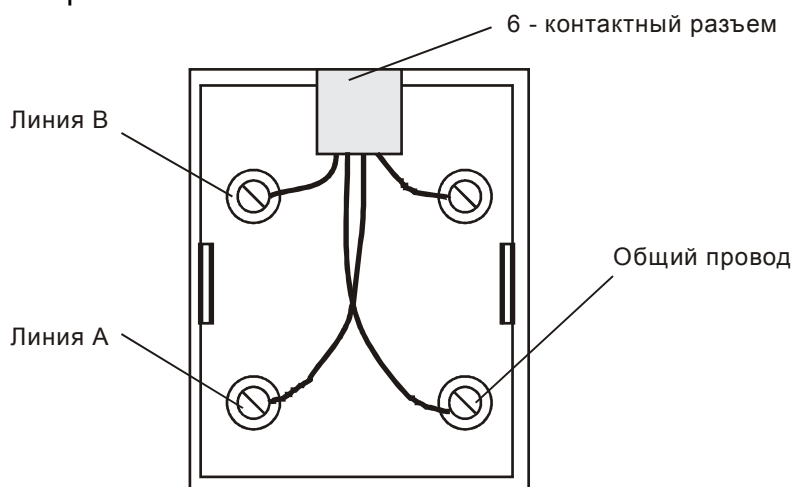

Рисунок 3. Подключение шины RS-485 к распределительной коробке
- Подключите линию связи контроллеров (шина RS-485) к распределительной коробке (см. рис. 3);